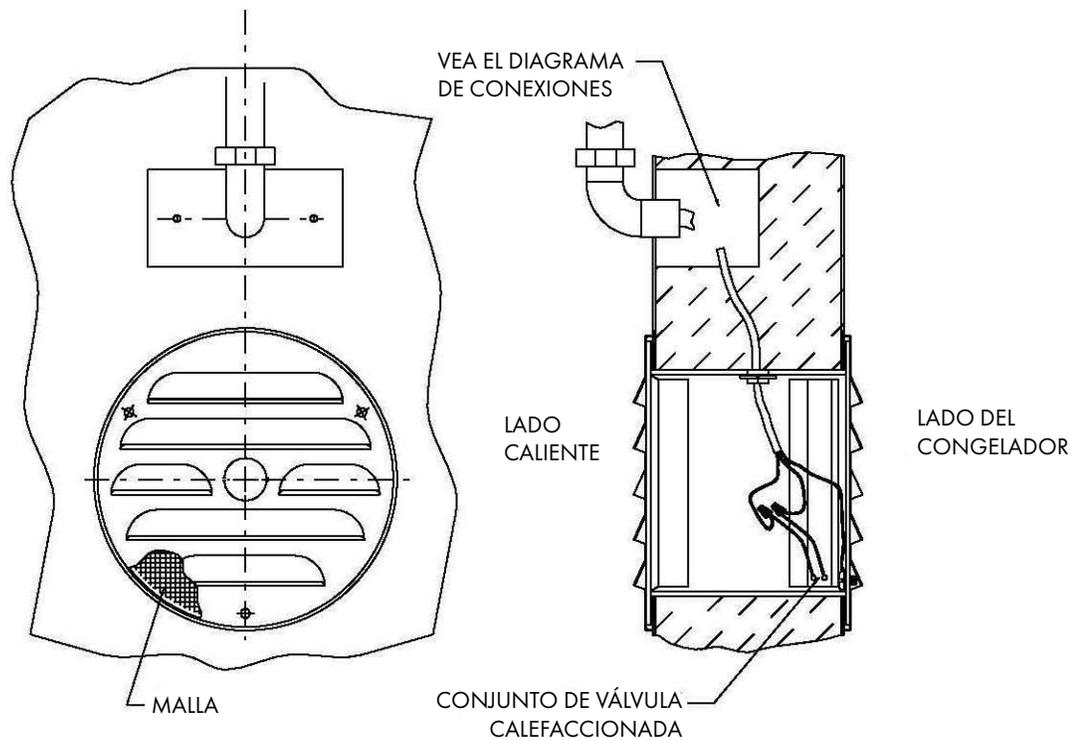

FIGURA 2
3. Corte un agujero para la caja de conexiones en la parte exterior (lado caliente) del panel; el tamaño y la forma del agujero deberán ajustarse a la caja de conexiones a utilizar. Posicione la caja a una distancia máxima de dos (2) pies del OAP (Figura 2).
4. En el punto medio del agujero de 4-13/16 pulg., haga un agujero para pasar el cable por el aislamiento hacia el agujero de la caja de conexiones (Figura 2).